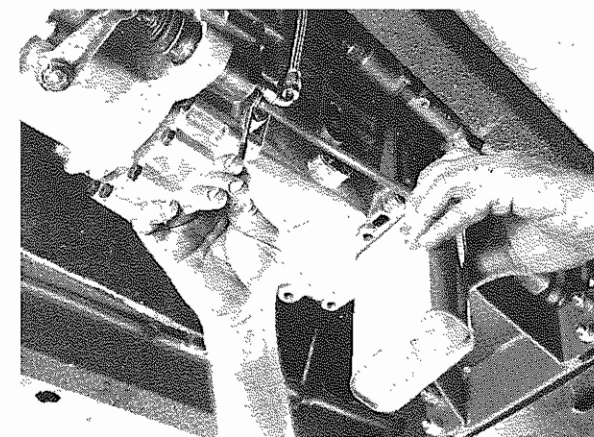

Fig. 20 - Tappo di riempimento olio sul serbatoio
- Attraverso il tappo di carico olio sul serbatoio (**Fig. 20**).
- These operations are made through the oil filler cap on the tank (**Fig. 20**).